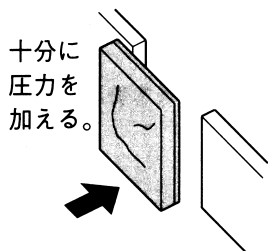

図5
- ③ 割石を十分な圧力をかけ、下地に張付けてください。(図5参照)